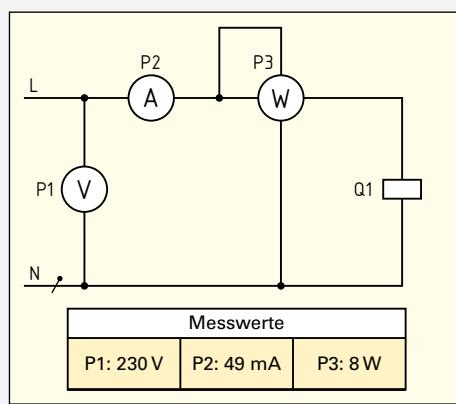

Bild 5: Messungen an einer Schützspule
5. Mit der Messschaltung (Bild 5) wurde das Verhalten der Schützspule Q1 im Betrieb untersucht. a) Berechnen Sie mithilfe der Messwerte von P1 und P2 die Scheinleistung der Schützspule. b) Vergleichen Sie das Ergebnis mit dem gemessenen Wert von P3 und begründen Sie Ihre Feststellung. c) Wie groß ist der Wirkwiderstand der Spule?